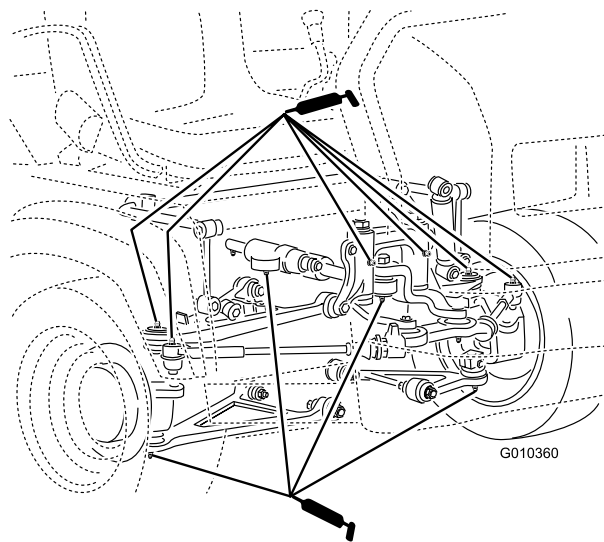

Рисунок 46
- Шаровые опоры (4 шт.); см. Рисунок 46
- Шарниры (2 шт.); см. Рисунок 46
- Цилиндр рулевого управления (2 шт.); см. Рисунок 46
- Поперечные тяги (2 шт.); см. Рисунок 46